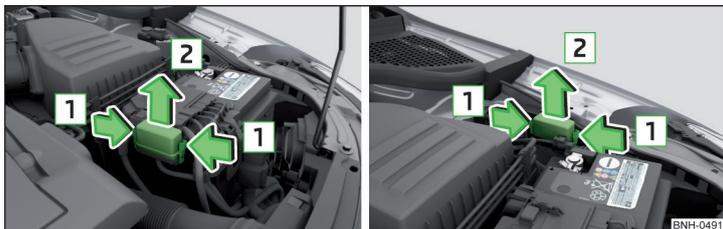

Fig. 151 Bateria del vehículo: Tapa de la caja de fusibles - Variante 1 / Variante 2
- Presione al mismo tiempo las teclas de bloqueo de la cubierta en el sentido de la flecha **1** » fig. 151.